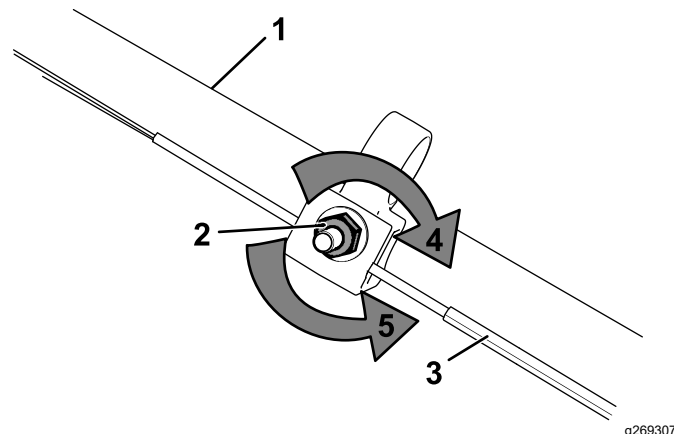

Рисунок 34
1. Поверните регулировочную гайку против часовой стрелки, чтобы ослабить натяжение троса (Рисунок 34).
2. Отрегулируйте натяжение троса (Рисунок 34), потянув его назад или вперед, затем удерживайте в этом положении.